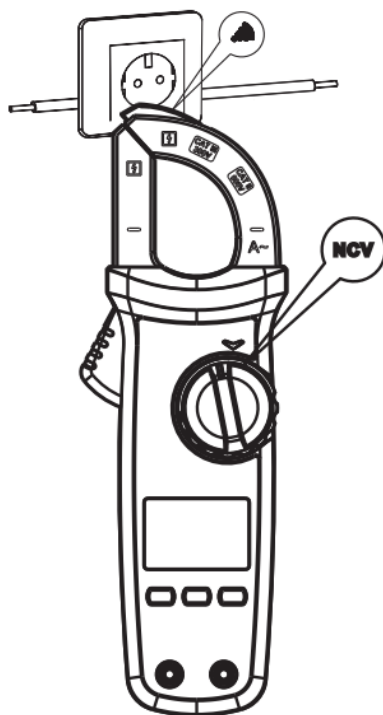

Рис. 6
8. Бесконтактное измерение электрического поля переменного тока (NCV) (рис. 6)